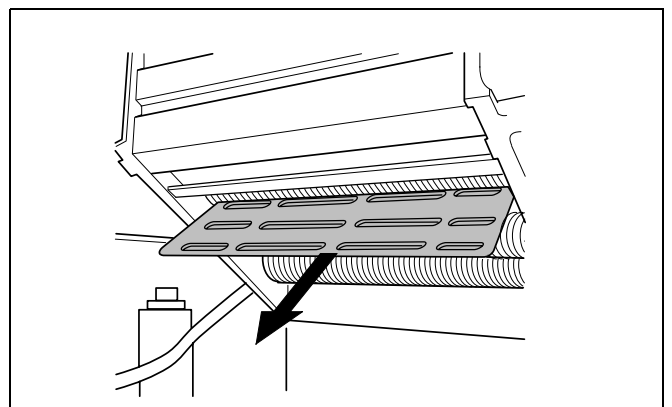

fig. 46 Baffle plate
- Pull out the baffle plate (fig. 46).